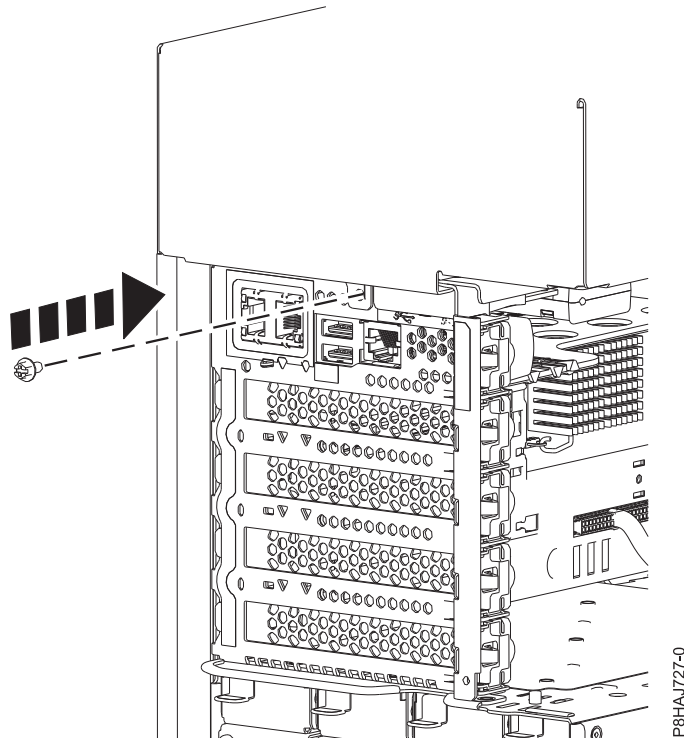

Figura 182. Colocación del tornillo de la cubierta lateral de 8286-41A
5. Ponga el tornillo posterior de la cubierta lateral con un destornillador de estrella, tal como se muestra en la Figura 182 en la página 219.